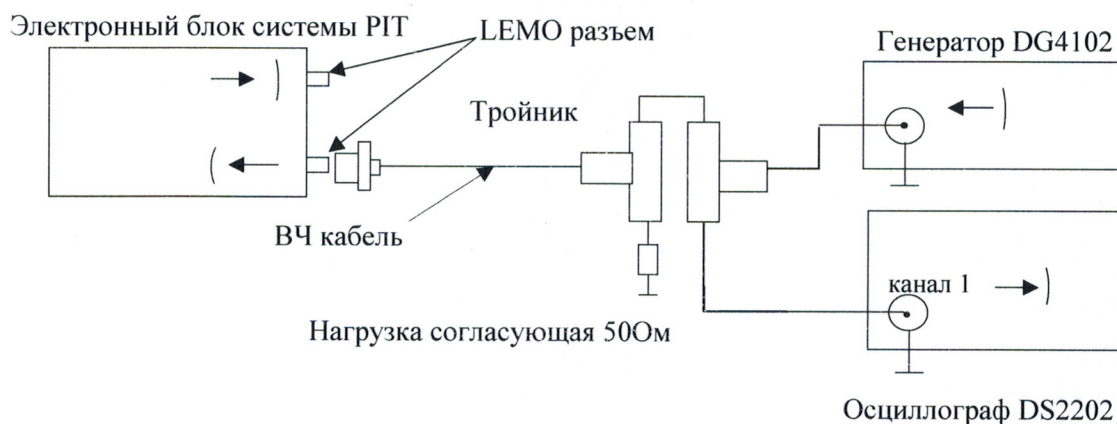

Рис. 5. Схема соединений для определения абсолютной погрешности измерений установки усиления приемника системы
7.3.3.1. Для определения абсолютной погрешности измерений установки усиления приемника системы в диапазоне от 0 до 42 дБ с шагом 10 дБ необходимо выполнить соединения в соответствии со схемой на Рис. 5: